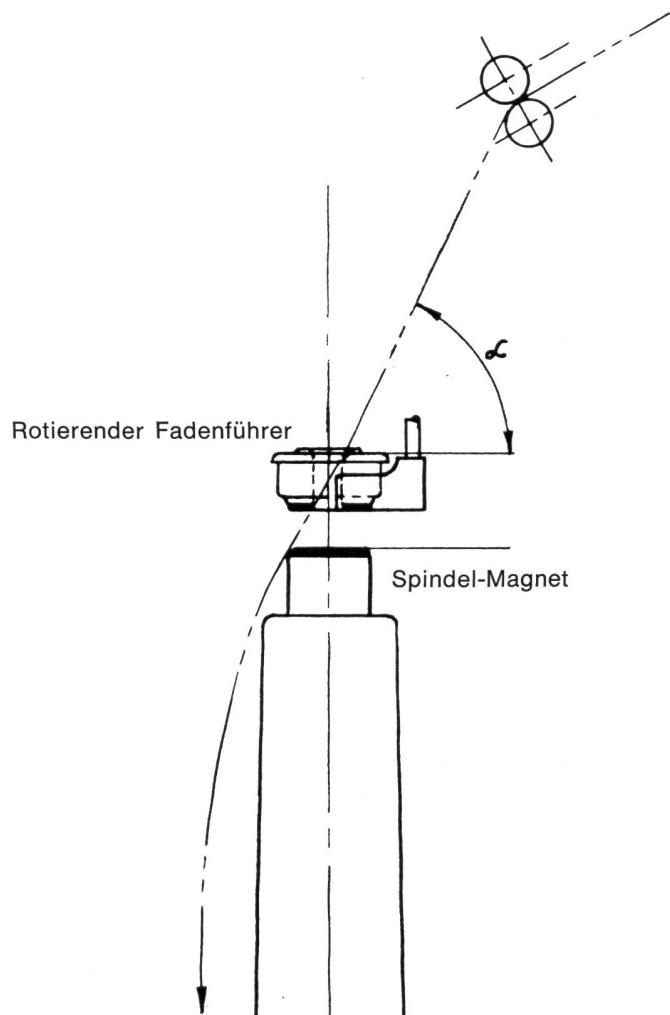

Abbildung 6 Spinmaster, Nitto Unicomb
**Ringspinnmaschinen** — Eine Neuheit als Zusatz für Ringspinnmaschinen zeigte Nitto Unicomb mit ihrem «Spinmaster» (Abbildung 6). Der feste Fadenführer über der Spindel wird durch eine rotierende Fadenführöse ersetzt. Diese braucht keinen eigenen Antrieb. Ein auf der sich drehenden Spindel sitzender Magnet nimmt die ebenfalls als Magnet ausgebildete Oese mit. Dadurch hat das Garnstück zwischen Vorderzylinder und Fadenführer genauso viel Drehung wie das fertige Garn und nicht wie heute nur einen Bruchteil davon.